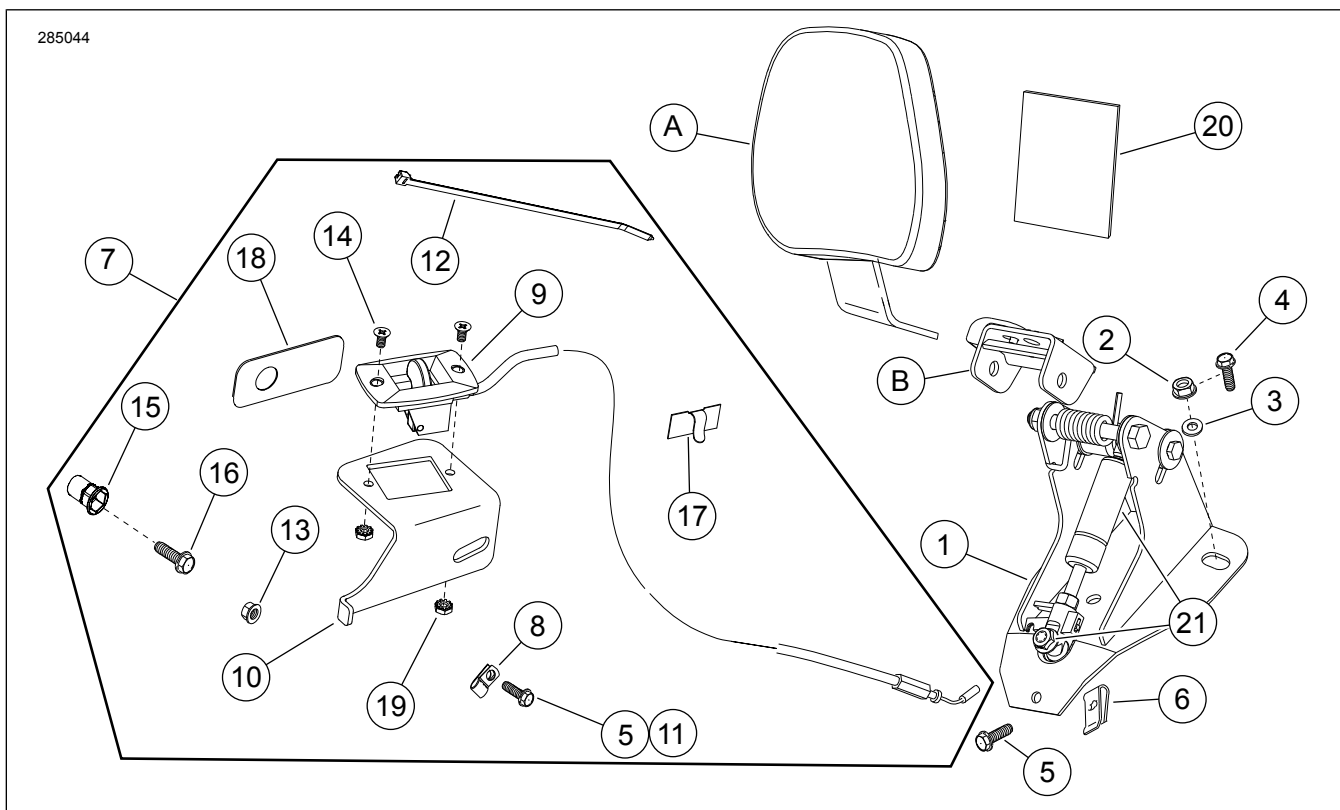

图14. 维修零件：可调节骑手靠背安装硬件工具包
7. 参见图14。从工具包中取出执行器手柄托架（10）。
8. 参见图14。如图所示，将电缆（项目9的一部分）插入调节手柄托架（10）的开口。使用两个螺丝（5）将调节手柄（项目9的一部分）安装到托架（10）上。拧紧螺丝，但不要拧得过紧。
15. 带有蒸发器软管的加利福尼亚州车型：请参见图14。从工具包中取出背胶夹（17）。使用异丙醇清洁调节手柄托架的平坦区域，大约在原厂塑料软管夹被拆下的位置。将夹子连接到托架上，并将蒸发器软管从夹子中穿过。向下折叠夹子以牢牢夹住软管。
17. 参见图3。如图所示，使用提供的平头螺丝（3）（第5项，图14）将靠背调节手柄（2）安装到调节手柄托架（1）上。可靠拧紧螺丝。
2. 1999年款及之后的车型：请参见图14。使用凸缘螺母（2），垫圈（3）和螺丝（5）如图所示安装靠背托架（1）。1997-1998年款车型：使用六角螺丝（4）和垫圈（3）。
4. 参见图14。取出座椅保护器（20）。